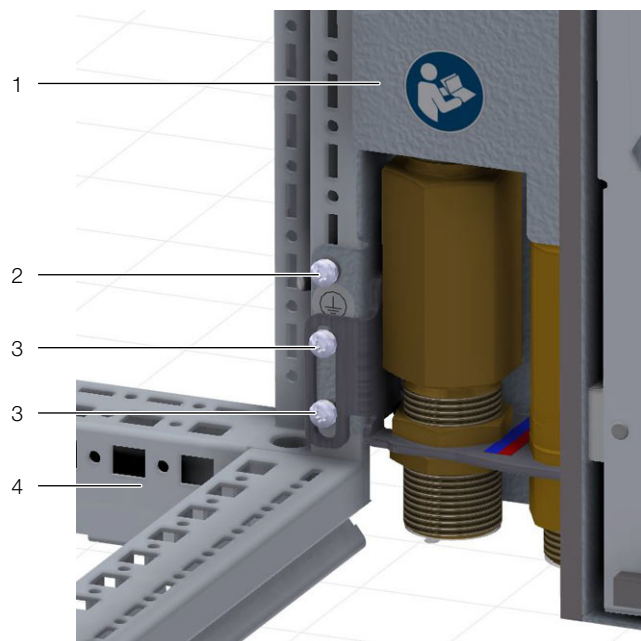

Рис. 17: Крепление LCP Hybrid – изнутри снизу
- Полностью вверните винт для выравнивания потенциалов из комплекта поставки с контактной шайбой поверх двух нижних крепежных винтов в месте, отмеченном специальным символом заземления (рис. 17, поз. 2).